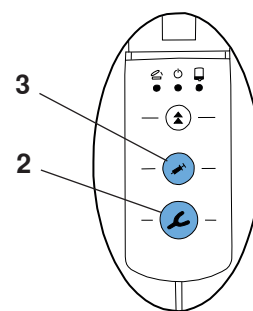

图 8
- 如果没有事先选择程序而按下了按钮，例如挤出（图 8 中的 2）或分配（图 8 中的 3），则机器将自动启动  程序。 键旁边的 LED 指示灯亮起。